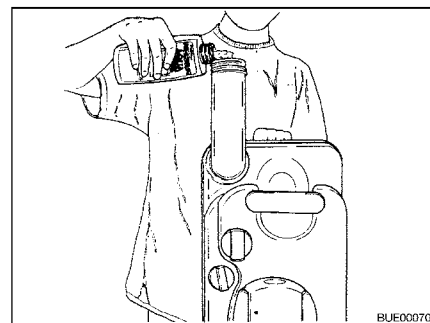

Fig. 280 Remplir de liquide pour sanitaires
- Remplir le réservoir pour matières fécales de la quantité indiquée de liquide pour sanitaires (Fig. 280).